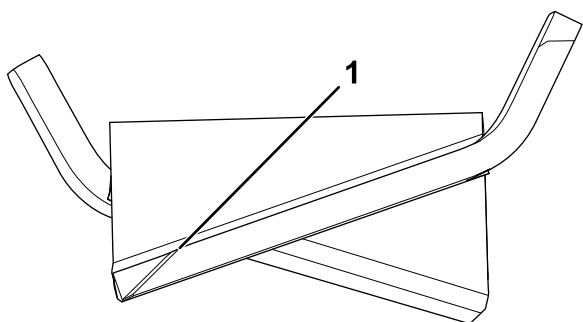

Рисунок 106
1. Заточите напильником или инструментом для заточки режущую кромку на обоих концах ножа (Рисунок 106).
Примечание: Если нож не сбалансирован, удалите некоторое количество металла с тяжелого конца ножа только в изогнутой части (Рисунок 106).